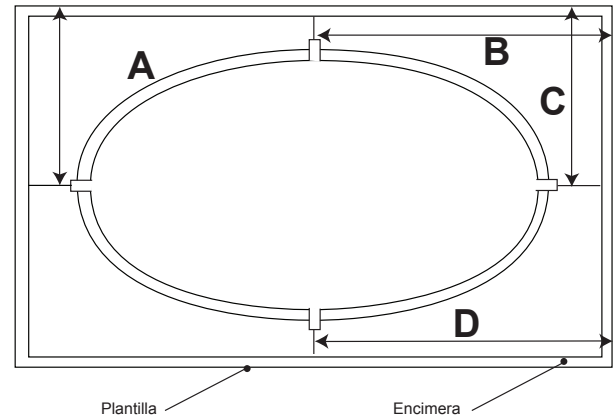

Figura 13: Medición de distancias
- Mida la distancia desde la pared u otro punto fijo hasta las líneas del centro (Figura 13).